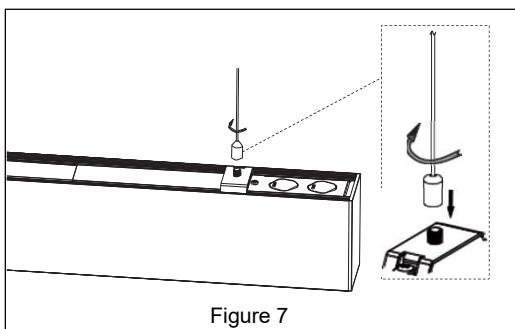

Figure 7
6. Fixez le luminaire à l'élingue. **Reportez-vous à la Figure 7.**